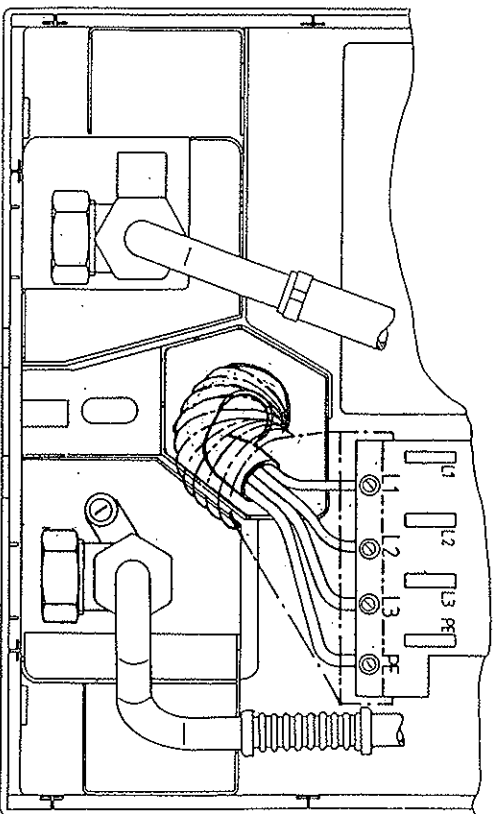
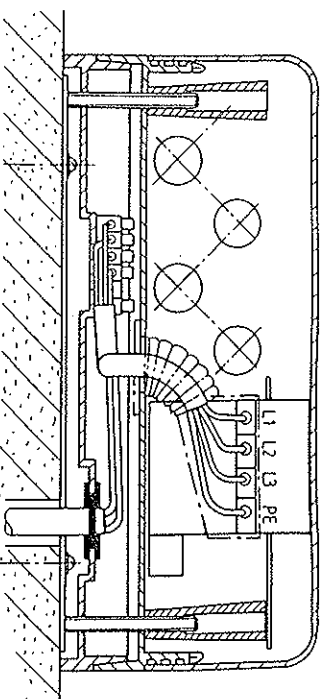

Abb. 20: Elektrischer Anschluß
Abb.21: Elektrischer Anschluß mit Montagerahmen
- ⇒ Elektroanschluß gemäß Abb. 20 bzw. Abb.21 herstellen.